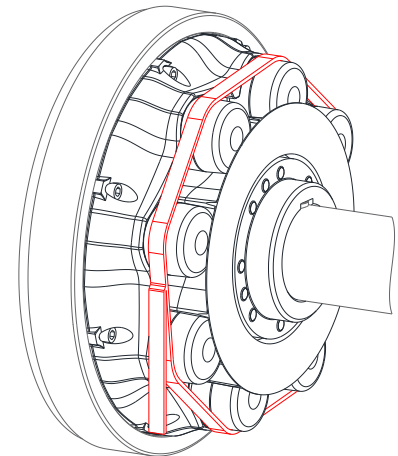

Bild 18
- Das angetriebene Aggregat mit montiertem Innenteil axial zu führen und zu ca. 50 % Überdeckung einstecken (siehe Bild 18). Dabei ist ein Verkanten der Rollen zu vermeiden.